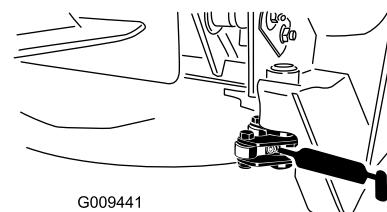

Bild 79
- Zwei Riegeldrehzapfen (Bild 79)